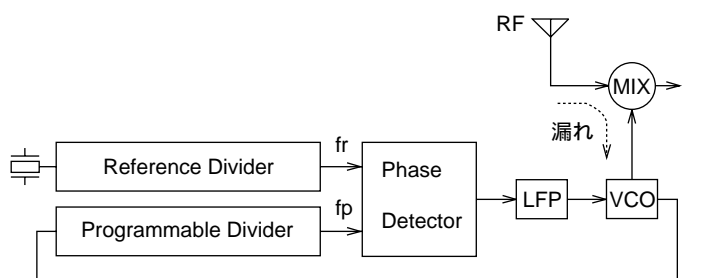
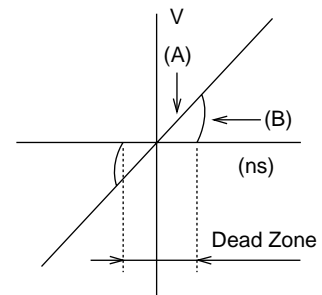

図1
図2
位相比較器は図1のように基準 (fr) とfpを比較する。この特性は図2に示すように位相差 に比例した出力Vがでる (A)が、実際のICでは内部回路のdelay等により微小位相差を比較できないZone (Dead Zone)が発生する (B)。高S/Nのセットを実現するためにはこのDead Zoneは小さい方が良い。しかし、普及モデルはDead Zoneがやや広い方が使い易い場合がある。これはRFに強入力印加された場合等に、普及クラスのセットはMIX (ミキサ) VCOにRFが漏れVCOを変調する可能性があるためである。Dead Zoneが小さいと、これを補正する出力を出し、この出力が更にVCOを変調し、RFとBeatを発生する。